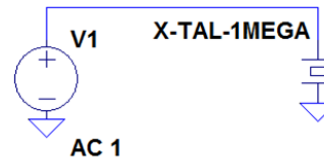

Fig. 2 - Simulação da resposta em frequência do cristal
2.2) Implemente o circuito da Fig. 2 com uma fonte de varredura AC sendo aplicada ao cristal. Faça a análise .AC e plote a impedância do cristal com uma faixa de frequência adequada e resolução suficiente para a visualização das duas ressonâncias (série e paralelo). Determine o valor da frequência dessas ressonâncias.
OBS: Um circuito semelhante ao da Fig. 2 pode ser simulado para a visualização das duas ressonâncias (série e paralelo) utilizando-se as seguintes características de um cristal de 8 MHz: